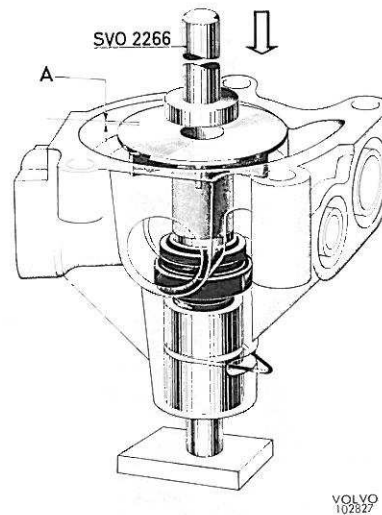

Figure 116. Remontage de la turbine
3. Enfoncer la turbine en place à l'aide de la chasse SVO 2266, jusqu'à ce qu'elle s'applique uniformément sur le plan du corps de la pompe ou se trouve à 0,4 mm au-dessous de ce plan. L'extrémité inférieure de l'arbre doit reposer sur un support, figure 116.